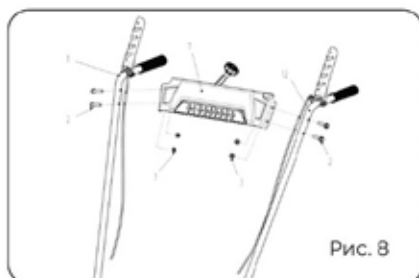

Рис. 8
5. Установите панель управления между рукоятками руля (поз. 1, 12) рисунок 8. Совместите отверстия панели и рукояток. Закрепите при помощи болтов M8x35 (поз. 2) и гаек M8 (поз. 3). Надежно затяните соединения.